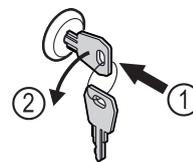

Fig. 170
- ▶ Schlüssel hineindrücken. Fig. 170 (1)
- ▶ Schlüssel um 90° gegen den Uhrzeigersinn drehen. Fig. 170 (2)